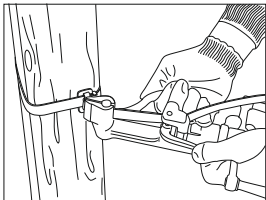

Рисунок 8
– после достижения необходимого натяжения согнуть ленту бандажную вокруг скрепы в противоположную сторону от натяжения сторону и отрезать лишнюю часть (рисунок 8);